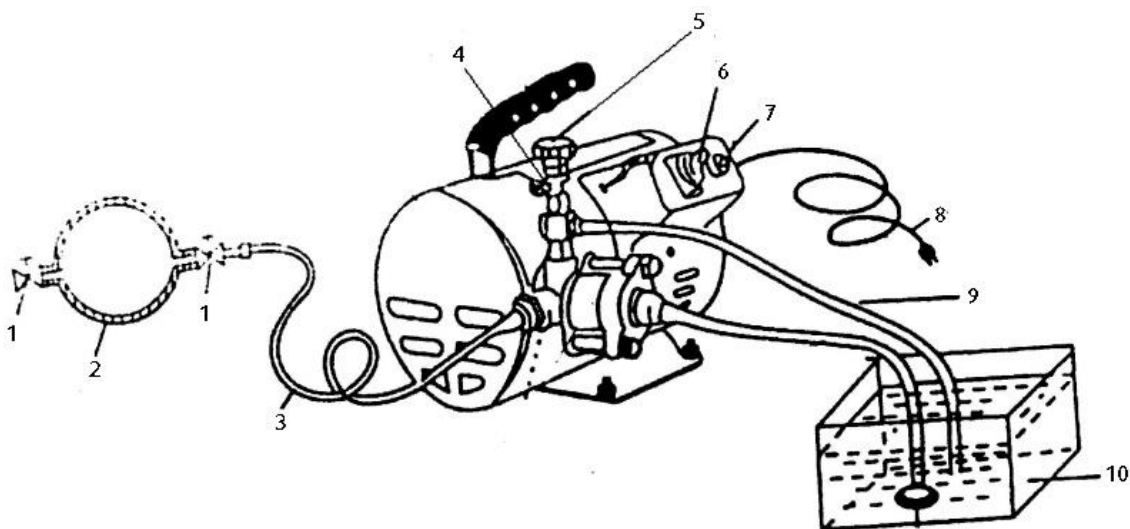

Рис.1
- Опустите всасывающий шланг с сетчатым фильтром и сливной шланг в бак для воды (подходит любая емкость) (Рис. 1)